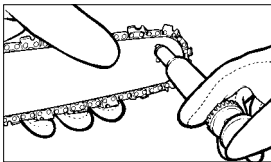

Abb. 23
3. Stecken Sie die Nadelspitze der Ölspritze (Option) in das Ölungloch und spritzen Sie das Öl hinein, bis es an der Aussenseite der Zahnung hervortritt (Abb. 23).